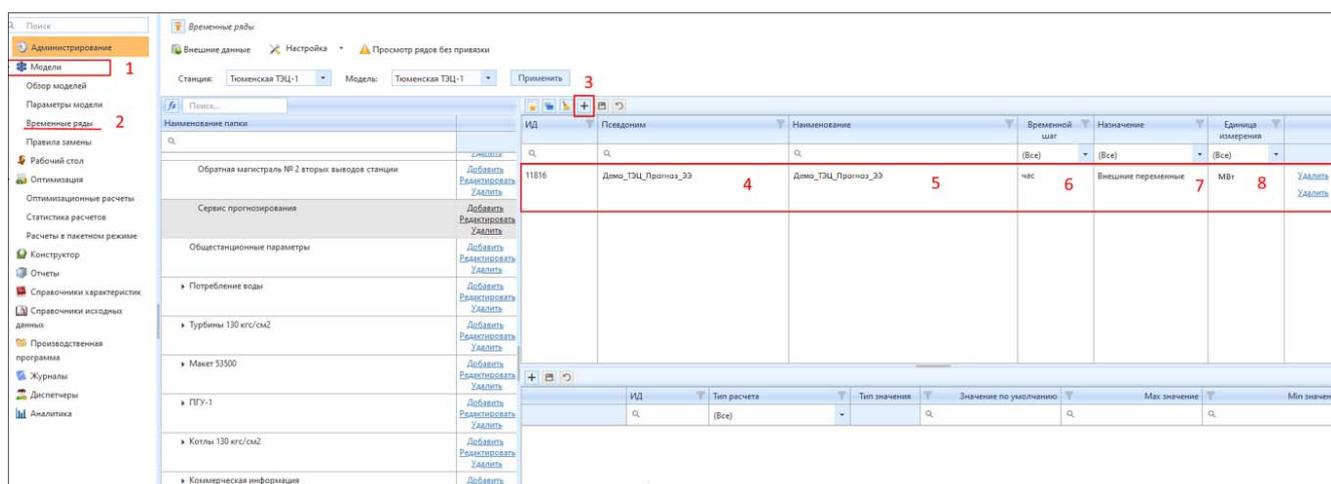
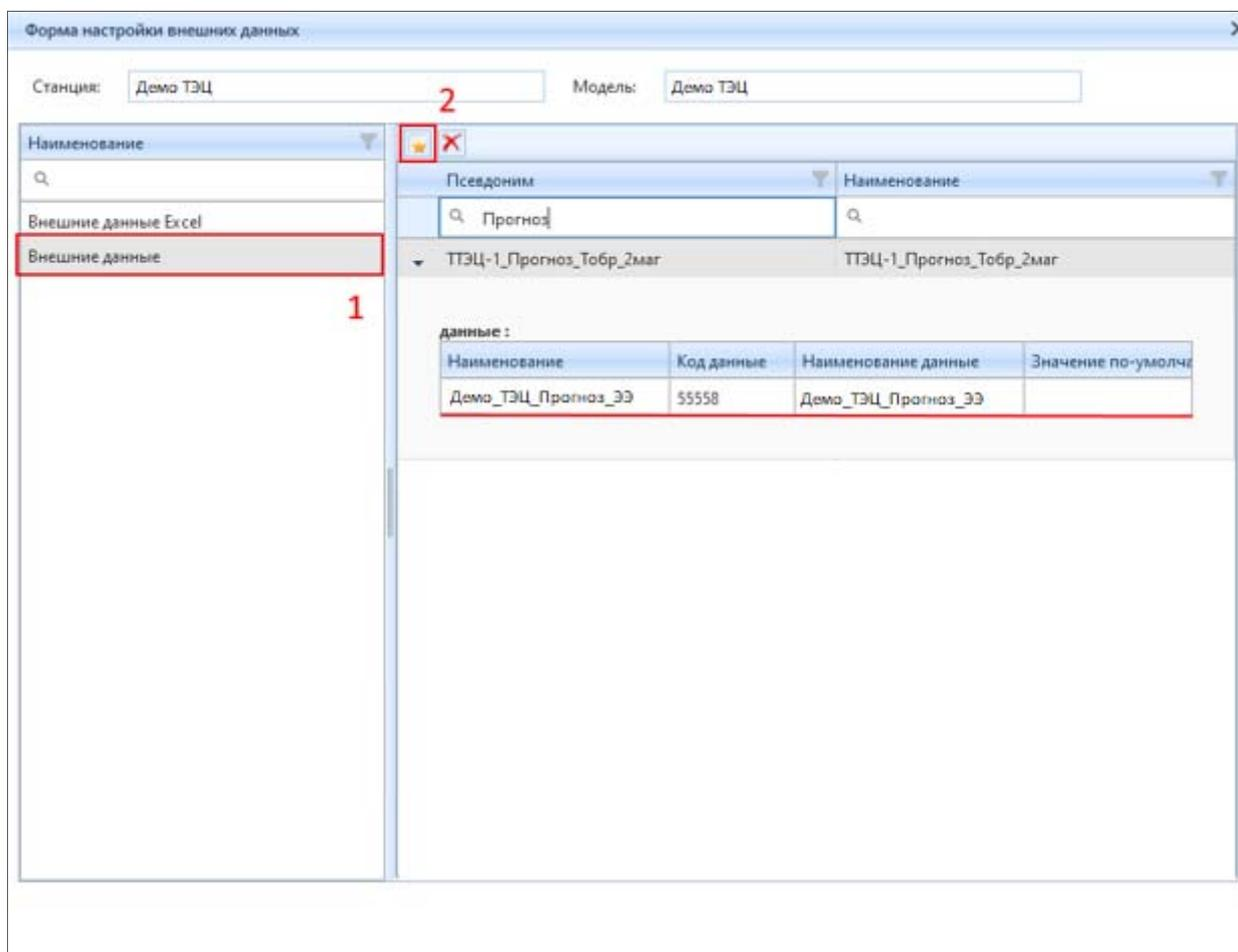

Рисунок 4.8.14 – Создание временного ряда для сервиса прогнозирования
Рисунок 4.8.15 – Форма настройки внешних данных
Для того чтобы передавать прогнозные значения в форму ввода необходимо в модуле «Модели» (1), подразделе «Временные ряды» (2) создать с помощью кнопки (3) временные ряды с типом назначения «Внешние переменные из систем» (7), задать наименование (5) и псевдоним (4) временного ряда, временной шаг (6) и размерность (8) (рис. 4.8.14).
на кнопку (9) «Внешние данные» (рис. 4.8.14). Появится новое окно с названием «Форма настройки внешних данных». Необходимо выбрать строку (1) (рис. 4.8.15). внешние данные, в списке найти те временные ряды, которые создавали для привязки и нажать ЛКМ кнопку «Редактировать» (2) (рис. 4.8.15).